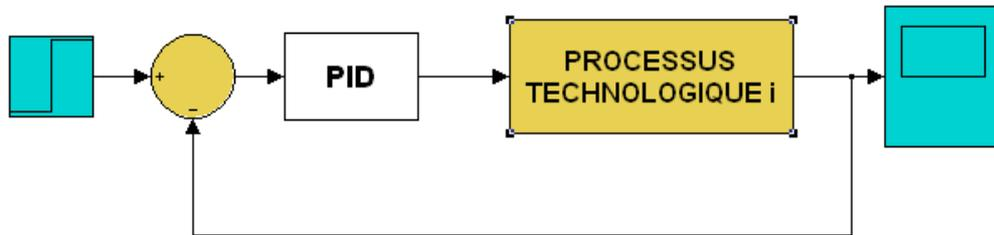

FIG. 3.1. Identification en boucle fermée
1. Réalisez sur SIMULINK un schéma de régulation avec un procédé de dynamique considérée inconnue (fig. 3.1) . La dynamique du **procédé i** sera fournie par le professeur en charge du TP